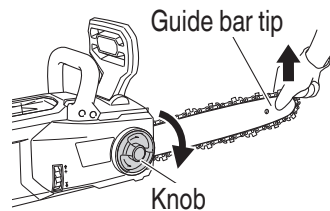

Fig. 16
7. Securing the knob (Fig. 16)